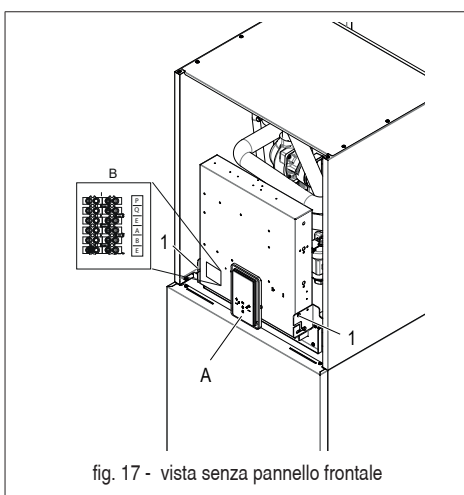
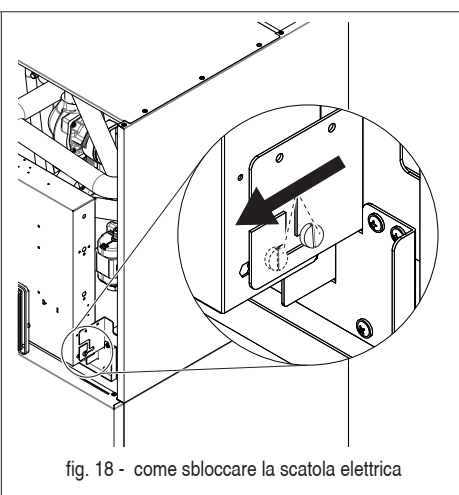
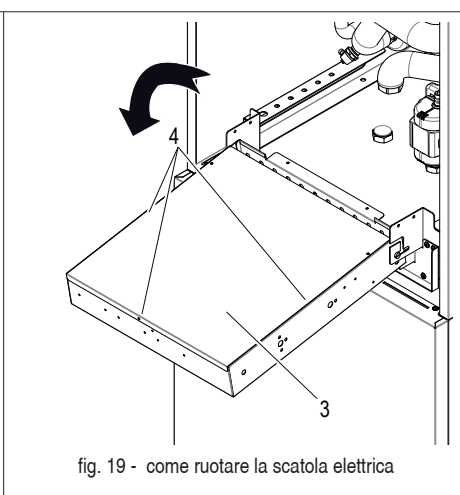

fig. 17 - vista senza pannello frontale
fig. 18 - come sbloccare la scatola elettrica
fig. 19 - come ruotare la scatola elettrica
Per accedere ai morsetti dell'unità interna svitare le due viti (part. 1 - fig. 17) sotto la scatola elettrica, quindi afferrare la scatola elettrica e sbloccarla (fig. 18), quindi ruotare in avanti (fig. 19). Rimuovere la lamiera posteriore (part. 3 - fig. 19) fissata con 3 viti (part. 4 - fig. 19).
- A** Pannello display e tastiera (fig. 17)
La morsettiera (part. B fig. 17) si trova sul lato sinistro della scatola elettrica caldaia. La morsettiera è di tipo mammut maschio-femmina. Sul lato della morsettiera è presente un'etichetta identificativa degli 6 morsetti disponibili.